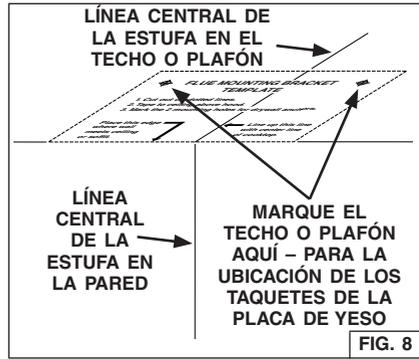

FIG. 8
1. Recorte y fije la plantilla del "soporte de montaje del tubo de humos" a la esquina del techo. Alinee el centro de la plantilla con la línea central desde la estufa. Fig. 8.
2. Haga dos (2) orificios de 5/16 pulg. de diámetro en el techo. Instale dos (2) taquetes para placa de yeso.